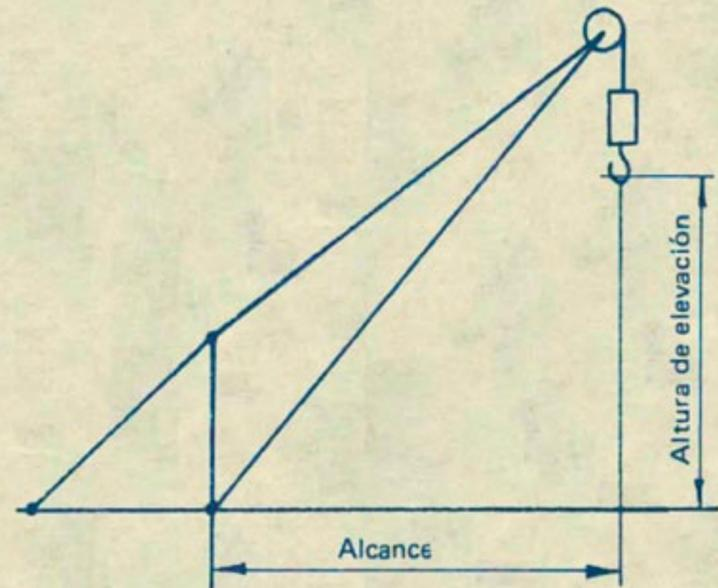
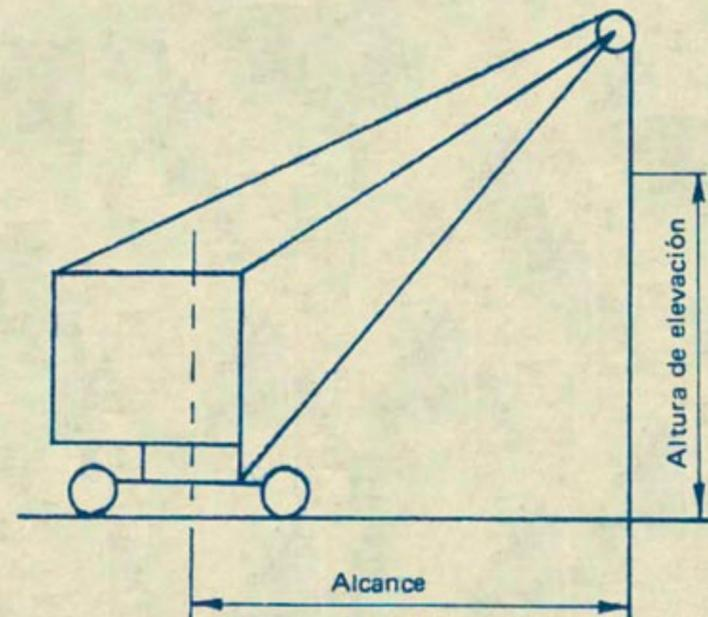

Figura 28
Figura 29
Pueden ser fijas (Figura 28) y móviles (Figura 29), en diferentes modelos y capacidades. Su objetivo es obtener considerables efectos mediante poco esfuerzo.
1. En grúas fijas (Figura 28)